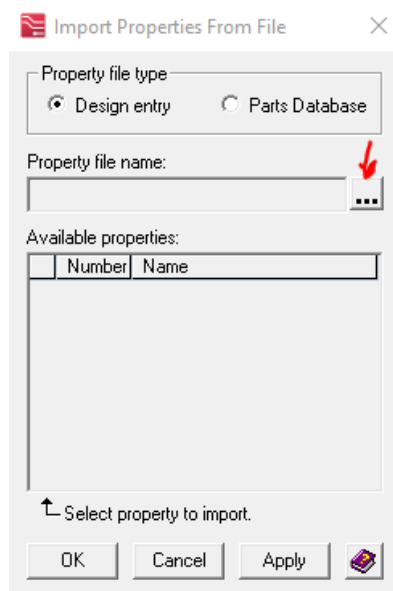

Рисунок 4
7) В появившемся окне Import Properties From File в разделе Property file name укажите путь к файлу CentLib.ppr (рисунок 4)